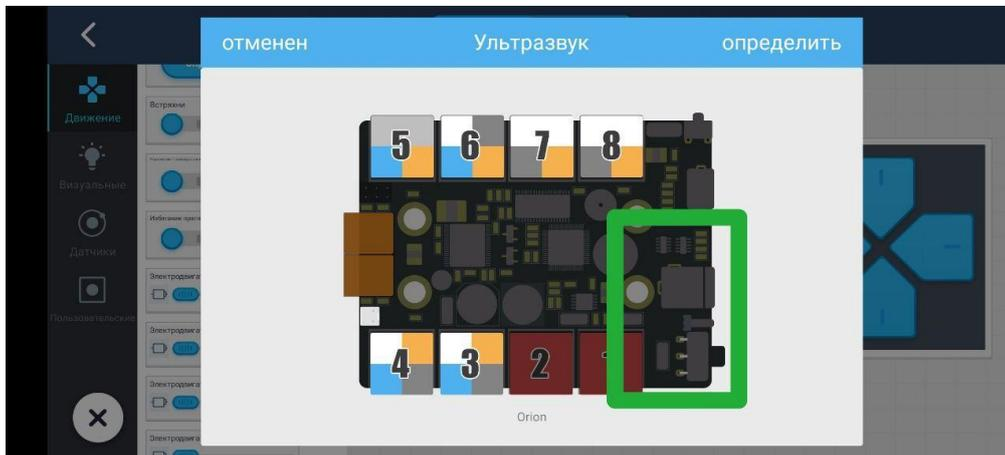

Рис.1. Схема подключения питания
1. В выделенные порт вставляется батарейный блок питания контроллера и робота в целом, так же рядом находится штекер вкл/выкл питания на контроллере (рис.1).